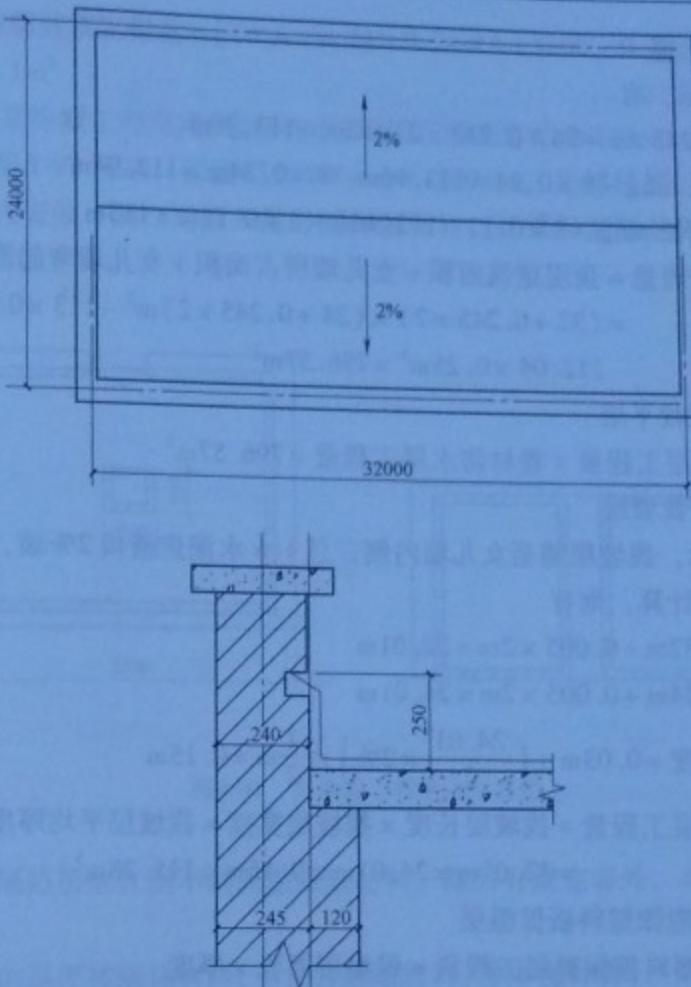

图 1-95 屋顶平面及剖面图
**【例 1-95】** 某工程屋顶平面及剖面如图 1-95 所示, 其屋面工程做法如下: 1) 玛蹄脂粘结绿豆砂保护层; 2) 冷底子油一道, 二毡三油防水层一道; 3) 20mm 厚 1:3 水泥砂浆找平层; 4) 1:6 水泥焦渣找 2% 坡, 最薄处 30mm 厚; 5) 60mm 厚聚苯乙烯泡沫塑料板; 6) 钢筋混凝土基层。试对此做法列项, 计算各分项工程量。
如图 1-95 所示, 有
如图 1-95 所示, 找坡层铺至女儿墙内侧, 且 1:6 水泥焦渣找 2% 坡, 故计算其工程量时, 应按平均厚度计算, 则有